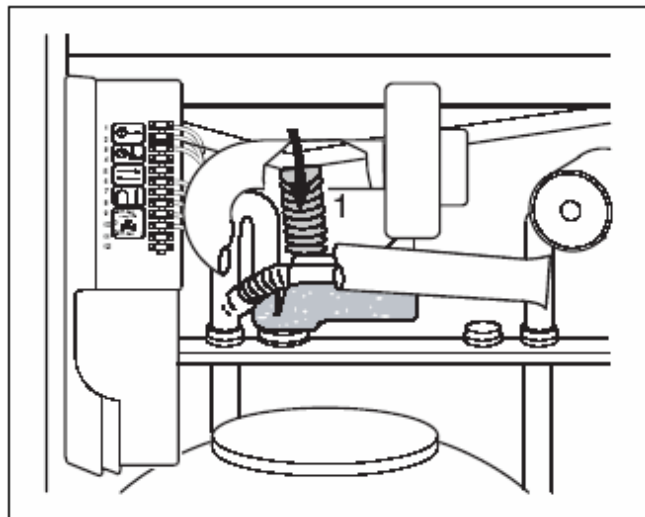

Рис. 18 Заполнение сифона водой
- Стянуть шланг с конденсатной тарелки (рис. 18, поз. 1).